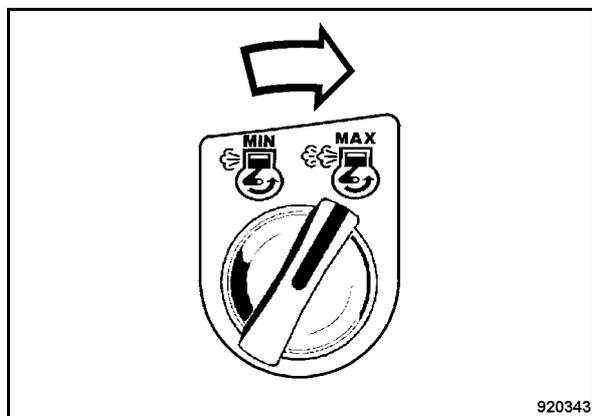

Рис. 67
- Переключить поворотный выключатель частоты вращения двигателя (Рис. 67) вправо в положение "MAX".